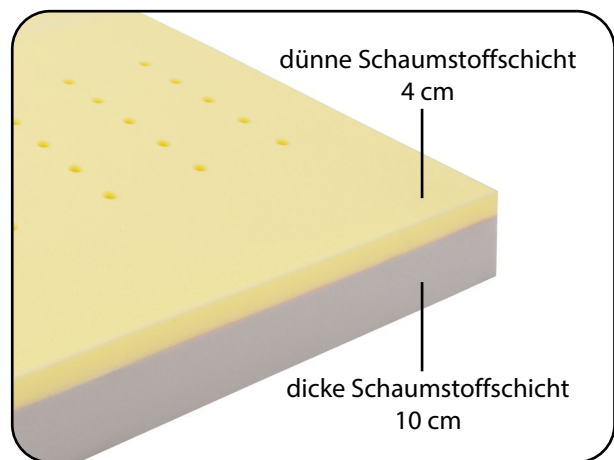

Abb. 6.1.01 - Schaumstoffschichten (Bsp. aks-memoplot)
- Achten Sie darauf, dass der Aufdruck „Unterseite“ auf der Basisschicht (dicke Schaumstoffschicht) zur Liegefläche des Bettes hin zeigt. Die dünne Schaumstoffschicht muss sichtbar sein und ist die Liegefläche der Matratze (Abb. 6.1.01).